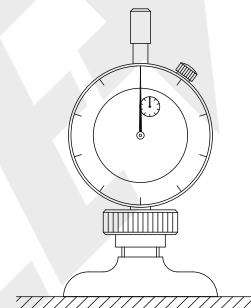

Fig.2
---Nettoyez la surface mesurée et la plaque de surface avec un chiffon doux. Placez le plan de base sur la plaque de surface (Fig. 2), réglez la position verticale de l'indicateur ou tournez la lunette pour que la longue aiguille pointe vers le zéro. Effectuez plusieurs mesures pour vous assurer que le réglage du zéro est correct.